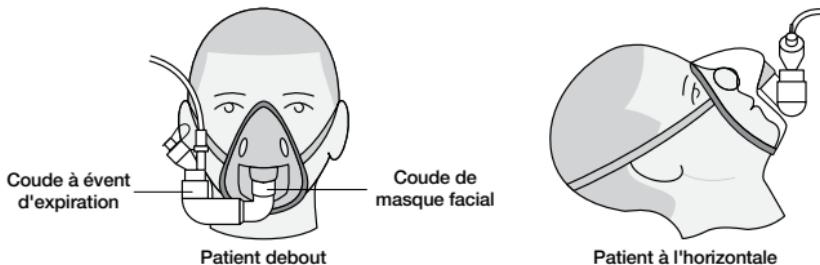
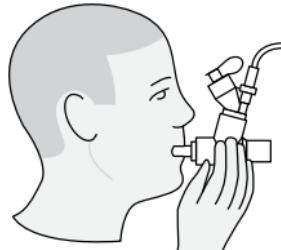

Figure 11. Raccordement à un masque
Figure 12. Raccordement à un embout buccal
Remarque : Pour une utilisation avec d'autres accessoires, se rapporter aux figures 11, figure 12 et figure 13.
2. Faire pivoter le coude à événement d'expiration pour l'adapter à la position du patient (figure 11).
Lors de l'utilisation d'un embout buccal, raccorder le nébuliseur à la pièce en T puis raccorder la pièce en T à l'embout buccal en emboîtant solidement les pièces l'une dans l'autre comme illustré à la figure 12.
Avertissement : Pour garantir le bon déroulement de la nébulisation, maintenir le nébuliseur en position verticale (figures 11 et 12).